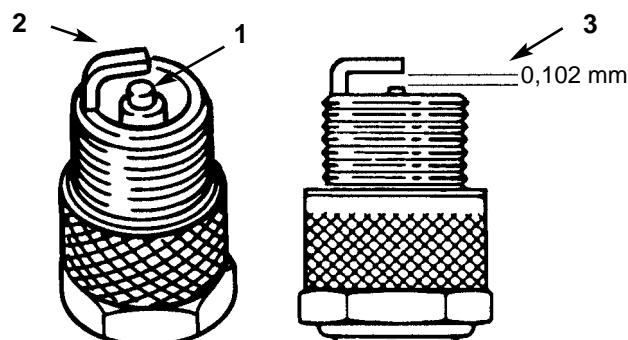

Fig. 22
1. Osservate il centro della candela (Fig. 22). Se l'isolatore ha un colore nocciola o grigio chiaramente visibile, il motore funziona normalmente. Eventuali incrostazioni nere sull'isolatore indicano che il filtro dell'aria è sporco.
2. Verificate la distanza tra gli elettrodi centrale e laterale (Fig. 22). Se non è corretta, piegate l'elettrodo laterale (Fig. 22).